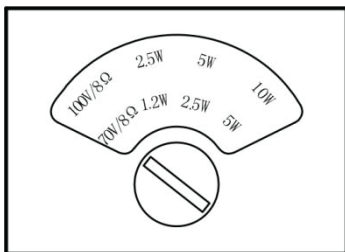

Рис. 2. Регулировка переключателя режима работы
4. Отрегулируйте переключатель режима работы каждого из громкоговорителей на соответствующее значение (см. рис. 2).